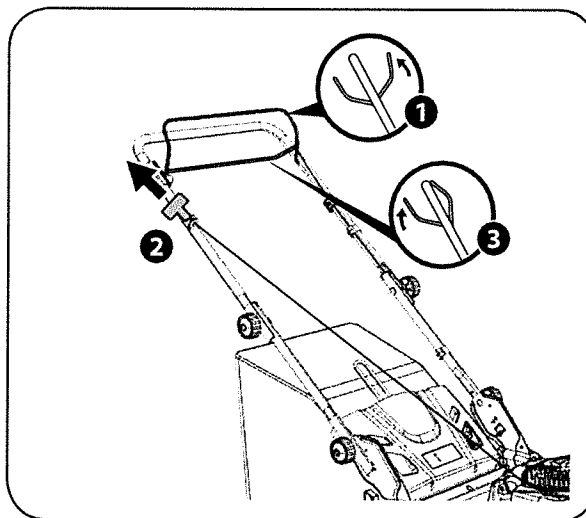

Figura 11
1. Colóquese detrás de la podadora, apriete la manija de control de la cuchilla y sosténgala contra la manija superior. (Figura 11).
Una vez que el motor está en marcha y sin dejar de pulsar los controles de la hoja y en coche juntos, empujar la palanca de control hacia adelante para propulsar la podadora (Figura 11). Una vez que se libera la presión del control volverá a la posición neutral y la unidad se desactivará.